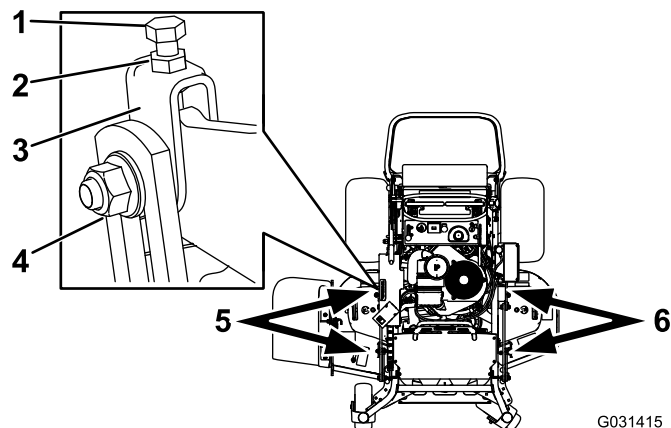

Figure 81
- Desserrez l'écrou latéral et l'écrou de blocage dans les chapes que vous voulez régler (Figure 81).
- Tournez le boulon supérieur de ces chapes pour régler la hauteur du tablier de coupe (Figure 81).